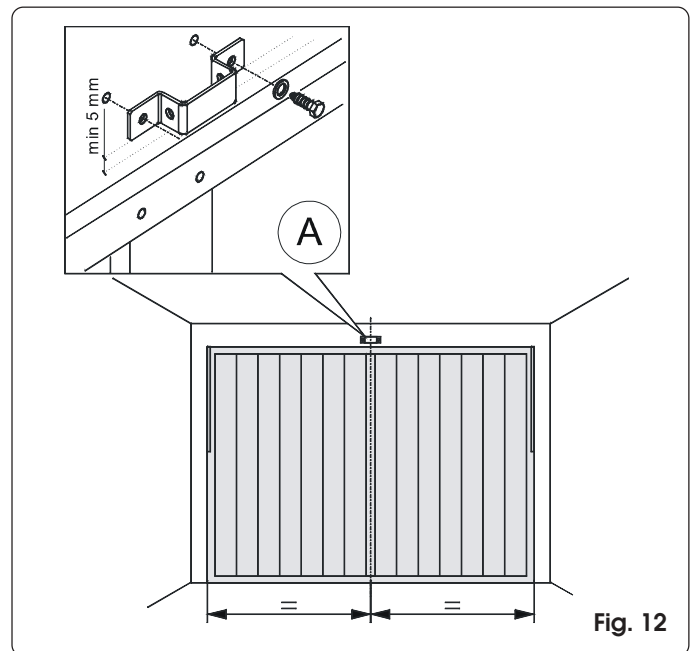

Fig. 12
- 1) Trazar en el arquitrave una línea que corresponda al eje de simetría vertical de la puerta (fig. 12).
- 3) Colocar la abrazadera de fijación del enganche delantero con el borde inferior por lo menos 5 mm por encima del punto de intersección de las líneas, y centrado con respecto a la línea vertical (fig. 12). Para saber cómo se posiciona correctamente la abrazadera con respecto al punto de enganche de la puerta se puede consultar también el apartado 7.2.